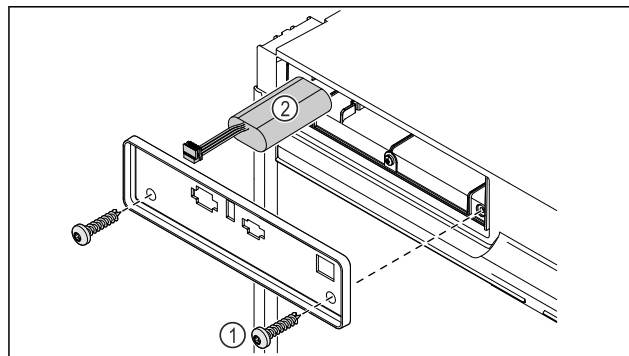

Fig. 228
- ▶ Odvijte vijake in odstranite pokrov na zadnji strani naprave Fig. 228 (1).
- ▶ Snemite in odstranite baterijo Fig. 228 (2).